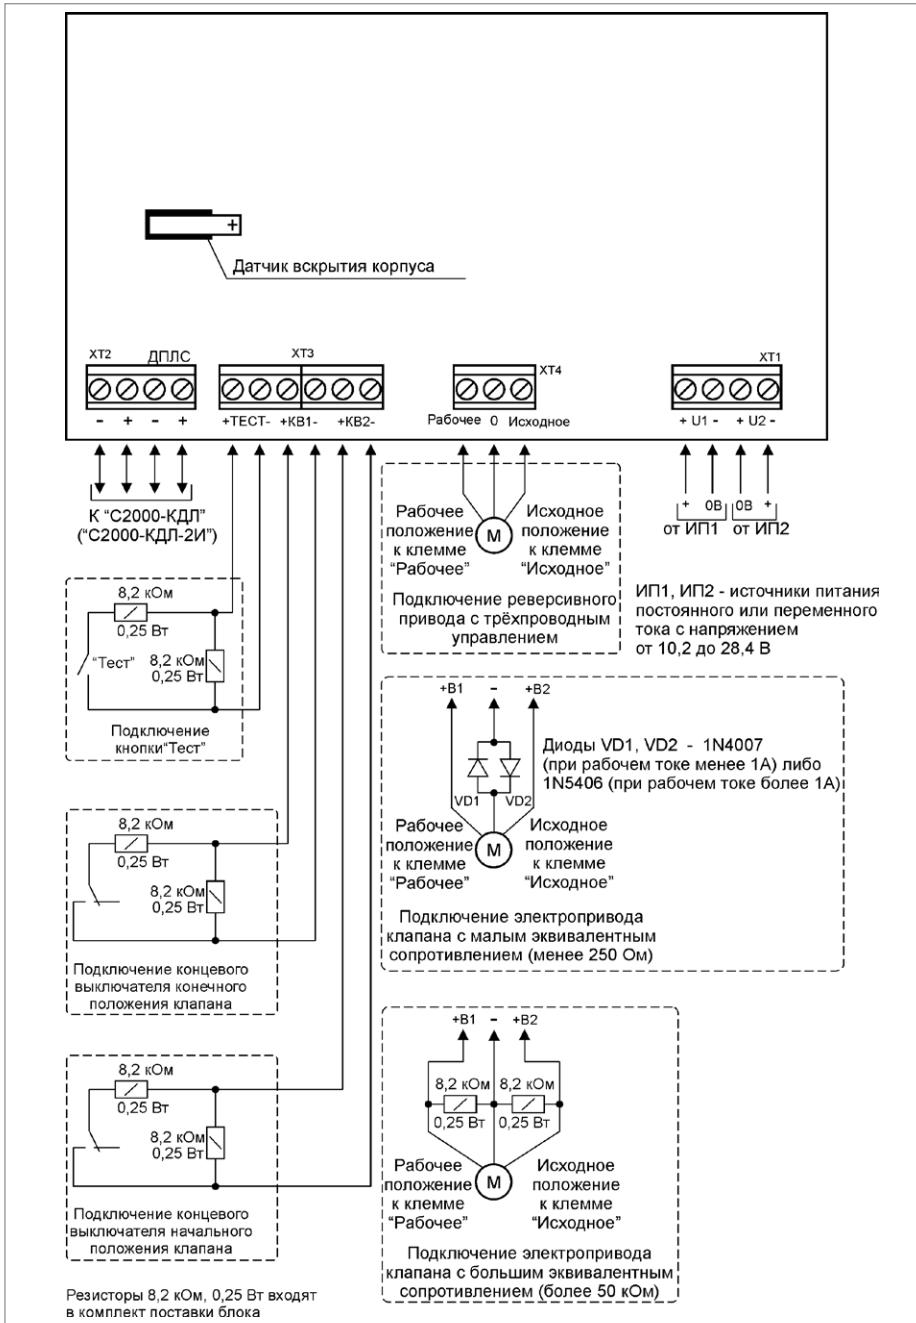

Рисунок 11.
- Подключение соединительных линий производите в соответствии с проектной документацией и схемой на рис. 11.
1. Подключите воздушный клапан с электрическим приводом в соответствии с рис. 11, учитывая эквивалентное сопротивление клапана: